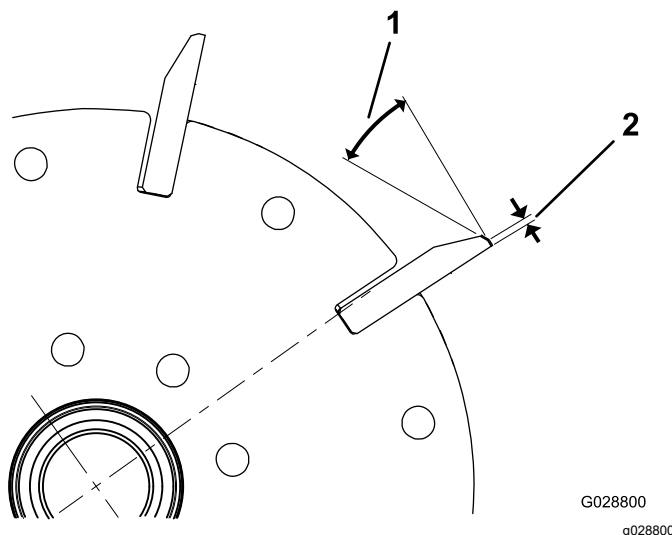
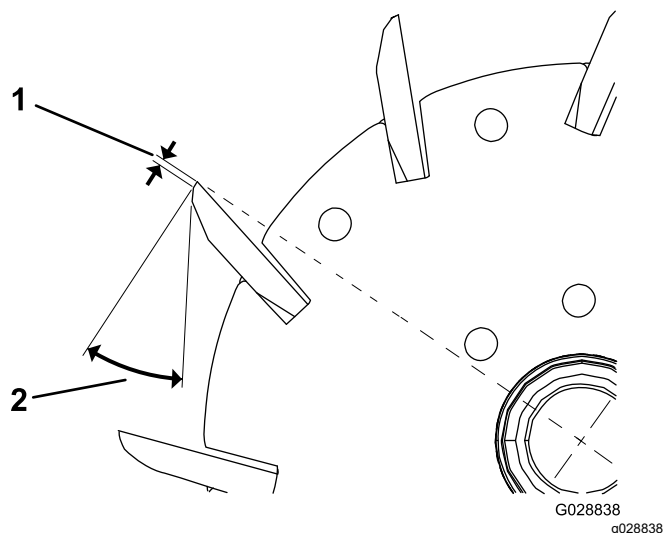

Figura 22
Figura 23
1. Aplique uma amolação de 30° em todas as lâminas do cilindro até a largura ser 1,3 mm (**Figura 22** e **Figura 23**).